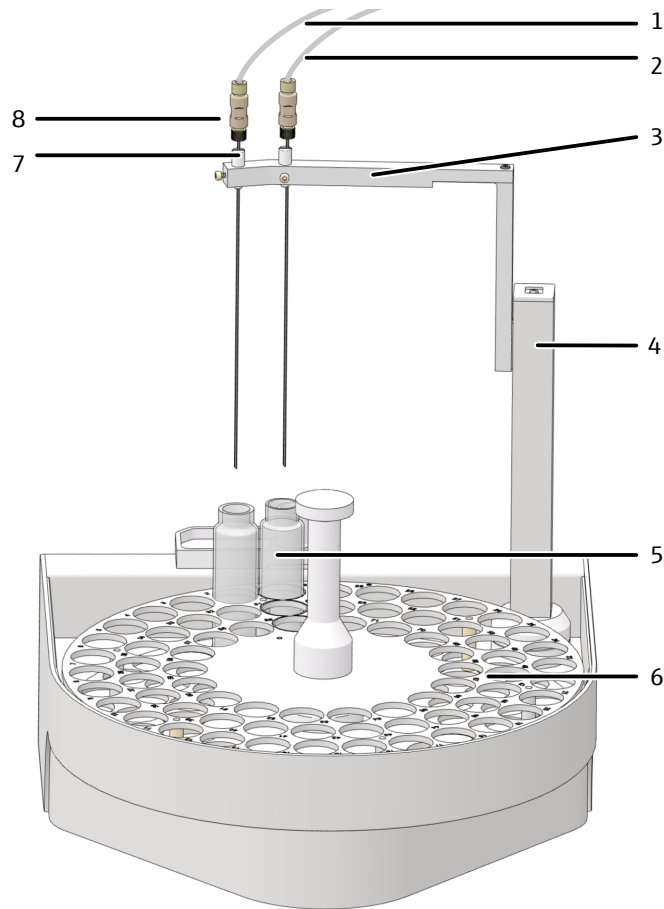

Abb. 25 Aufbau des Probengebers AS vario
- ▶ Für NPOC-Messungen mit parallelem Ausblasen: Einführung je einer Kanüle mit Hülse in die beiden Positionen der Kanülenhalterung (Abb. 25  49).